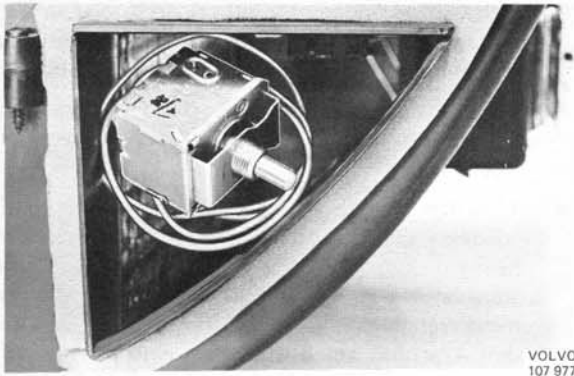

Abb. 75 Ablage des Thermostaten in der Öffnung des Klimatorgehäuses
4. Fühlkörper eng um den Thermostaten wickeln, damit dieser durch den Lufttunnel in das Klimatorgehäuse eingeführt und vor dem Kältemittelverdampfer abgelegt werden kann (Abb. 75).